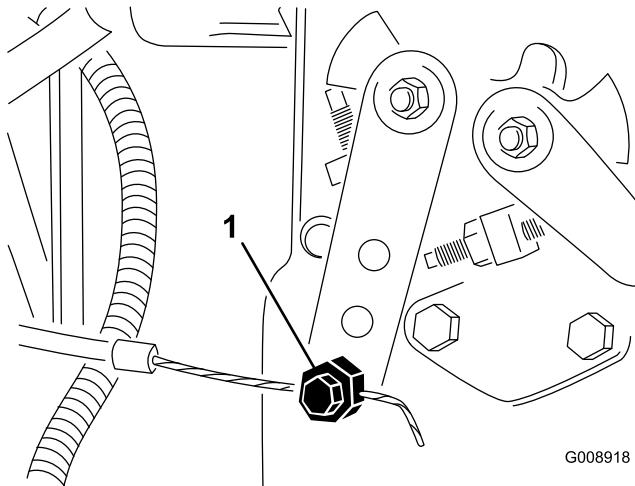

Figura 68
- Allentate il raccordo del cavo dell'acceleratore sulla leva della pompa di iniezione (Figura 68).